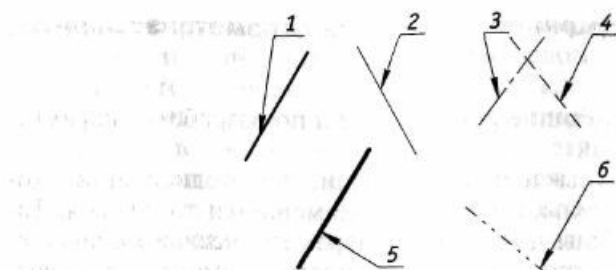

Рис. 3.5. Наложение параметрических связей
1. Откройте новый *Фрагмент* и начертите несколько произвольных отрезков с разными стилями (рис. 3.5).